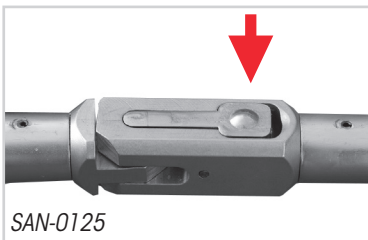

Bild 5a Zum Entriegeln drücken
2. Ergreifen Sie die rechte und linke Sektion zugleich und drücken Sie die zentrale Entriegelung des Schlosses (Bild 5a,b). Entfernen Sie beide Sektionen bis zur vollständigen Öffnung voneinander.